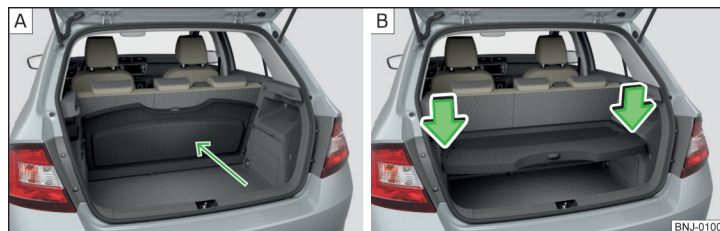

Рис. 96 Багажна полиця: за спинками задніх сидінь/складене у нижньому положенні
Полицю можна витягнути з автомобіля, а в разі необхідності скласти її у двох положеннях » Рис. 96 на стор. 81.
Багажну полицю можна зберігати за спинками задніх сидінь » Рис. 96 - **A** або в нижньому положенні » Рис. 96 - **B**.
- » Натисніть на верхню сторону полиці в напрямку стрілки » Рис. 96 - **B**.